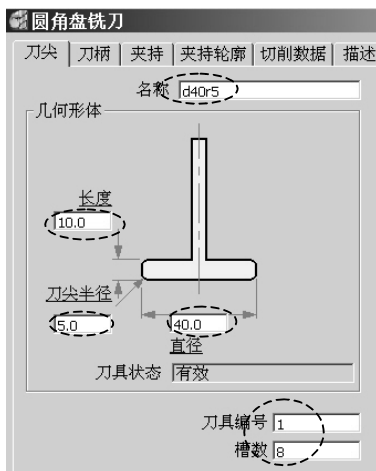
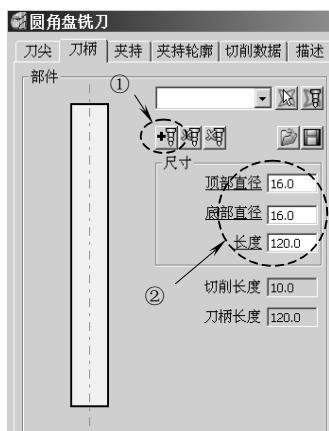
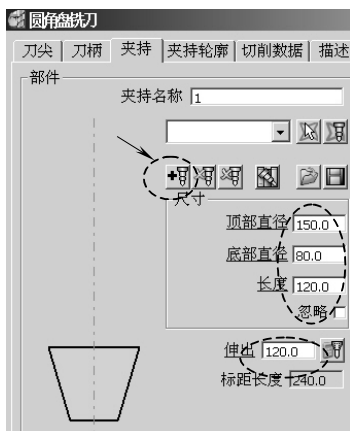

图 4-72 “d40r5”切削刃部分参数
图 4-73 “d40r5” 刀柄部分参数
图 4-74 “d40r5” 夹持部分参数
- 2) 创建精加工刀具：在 PowerMILL 资源管理器中右击“刀具”树枝，在弹出的快捷菜单条中单击“产生刀具”→“圆角盘铣刀”，打开“圆角盘铣刀”表格，按图 4-72 所示设置刀具切削刃部分参数，按图 4-73 所示设置刀柄部分参数，按图 4-74 所示设置刀具夹持部分参数。